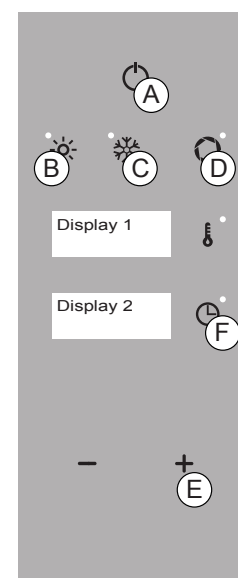

Fig. 9
1. "ON/OFF" drücken (Fig. 9/A) und gleichzeitig die Tasten "HEISSLUFT", "ABKÜHLUNG" und "ENTLÜFTUNG" für 5 Sekunden gedrückt halten (Fig. 9/ B+C+D)
2. Drücken Sie die "PLUS" Taste bis zu "P05" (Fig. 9/E- Display 1).
3. "ZEIT" (Fig. 9/F) drücken, um in die Parametereinstellungen zu gelangen und mit "PLUS" auf "1" stellen
4. Zum Speichern der Parameter "ZEIT" (Fig. 9/F) drücken
Für 5 Sekunden "ON/OFF" (Fig. 9/A) gedrückt halten, um aus den Funktionen zu kommen.